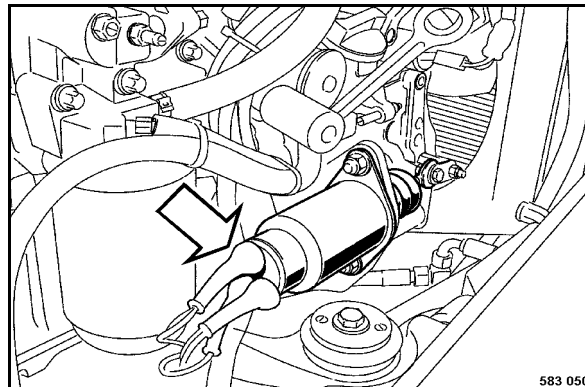

Fig. 165
- Débrancher le câble à l'aimant d'arrêt (Fig. 165).